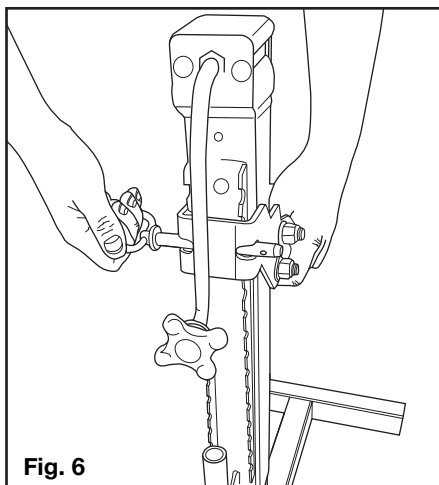

Fig. 6
Nota: Los soportes del QWIKjax™ del carrete pueden requerir la utilización de una opción de ajuste rápido del QWIKjax™. Retirar el pasador de seguridad de la horquilla de rodillos (3) en la parte posterior de la horquilla de rodillos (2) y deslizar manualmente la horquilla de rodillos (2) hacia arriba o hacia abajo hasta la altura deseada (Fig. 6 y 7). Usar el pasador de bloqueo (3) de la horquilla de rodillos proporcionado introduciéndolo por ambos lados de la placa posterior. El pin de la horquilla de rodillos (3) debe descansar sobre la parte superior de la barra de soporte del pin para impedir el movimiento hacia abajo. Volver a introducir la chaveta de bloqueo en el pin.